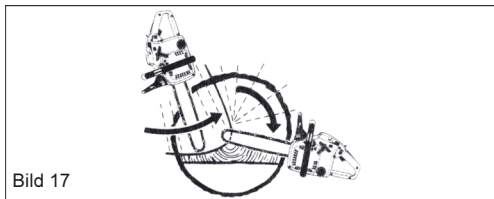

Bild 17
5. Wenn der Stammdurchmesser größer ist als die Länge der Führungsschiene, machen Sie zwei Schnitte (Bild 17).